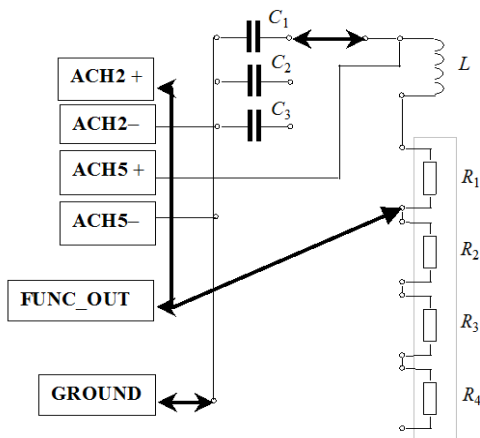

Рис. 3. Электрическая схема контура
Из перечисленных элементов, применяя монтажный провод, можно собрать колебательный контур. Электрическая схема контура приведена на рис. 3. На схеме монтажный провод показан утолщенными линиями со стрелками. В качестве общего контакта удобно использовать вертикальную полосу, состоящую из 25 выводов и маркированную знаком «←».
1. В соответствии с электрической схемой (рис. 3) на макетной плате соберите колебательный контур. Включите в него индуктивность, конденсатор, емкость которого вами измерена, и сопротивление R_1 .